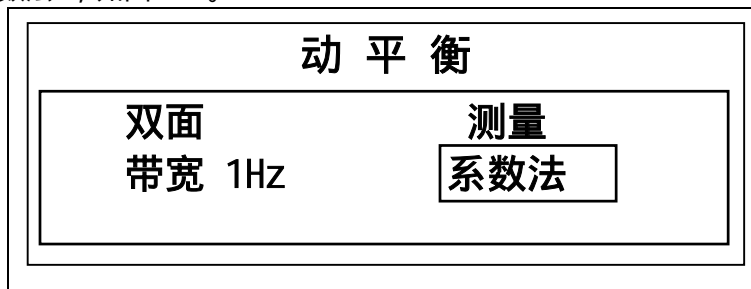

图4-32
(1) 进入动平衡菜单(图4-6)，将<单面>切换成<双面>、<试重法>切换成<系数法>，如图4-32。